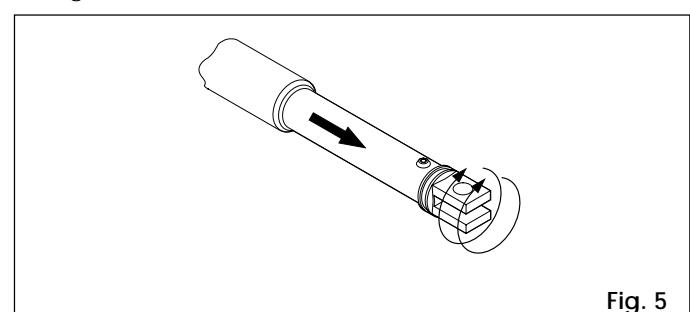

Fig. 5
- 4) Sortir complètement la tige jusqu'en butée (fig. 5).
- 6) Tourner de deux tours dans le sens des aiguilles d'une montre la tige de l'opérateur (fig. 5).